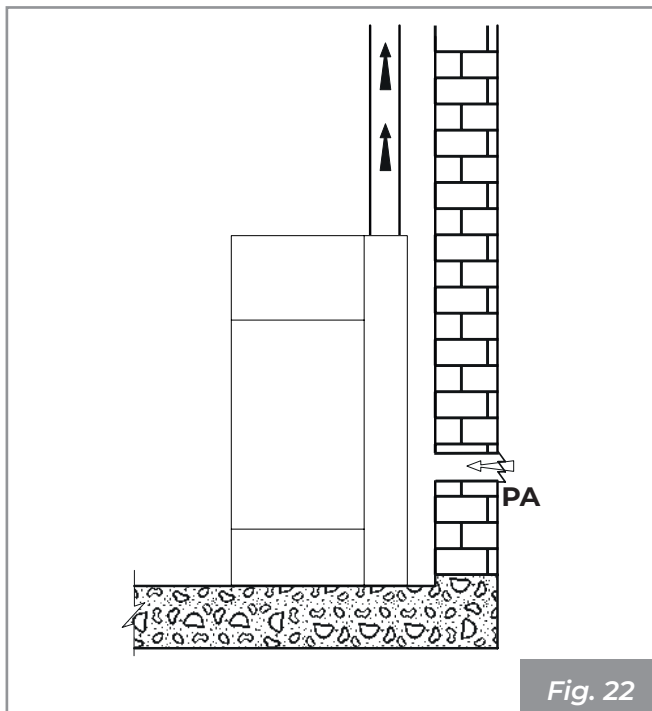
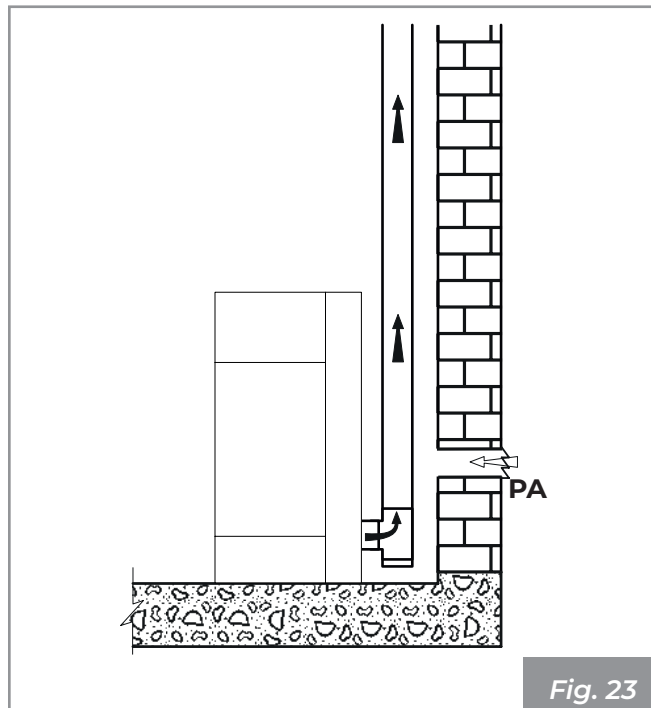

Fig. 22
Fig. 23
- il peut provenir du lieu d'installation ou de pièces voisines (**Fig. 22 - Fig. 23-**)
Réaliser la prise d'air sur la paroi (**Fig. 22 e Fig. 23-PA = Air Intake**), et laisser l'appareil libre d'aspirer l'air dans la pièce, en prenant soin de raccorder le tuyau ondulé sur le tuyau d'entrée d'air, s'il est fourni, en le fixant avec le collier et en le pliant légèrement vers le bas afin de prévenir d'éventuels effets de résonance.